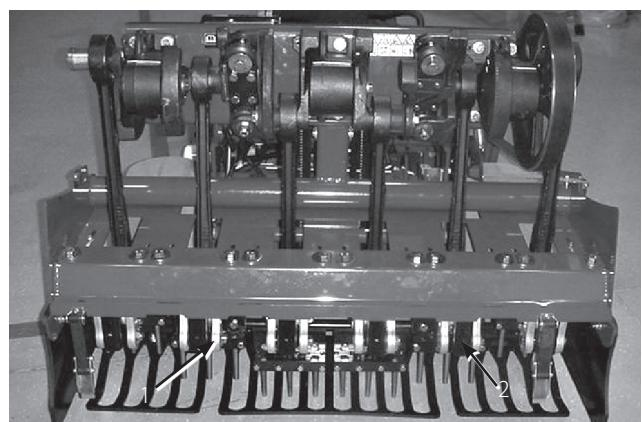

図 25
5. タイン・ホルダー #2 と #5 (図25) にタインを取り付け、キャップスクリュで固定する。